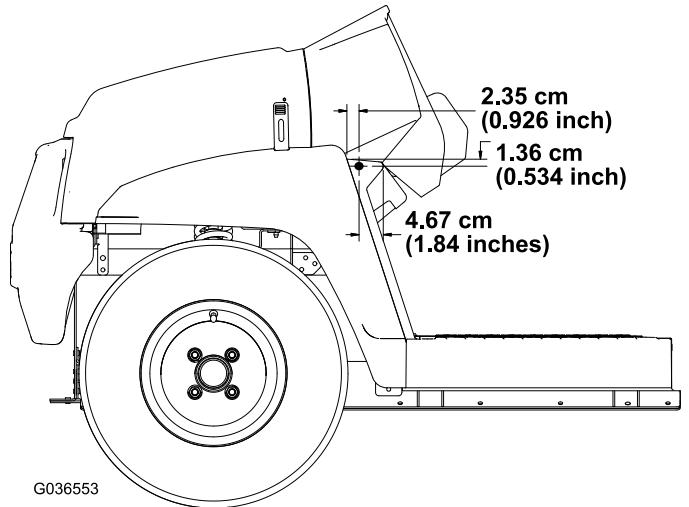

Figura 30
- Con las dimensiones mostradas en Figura 30, realice 1 taladro (5/16") en la parte exterior de la placa del suelo en los laterales derecho e izquierdo de la máquina.